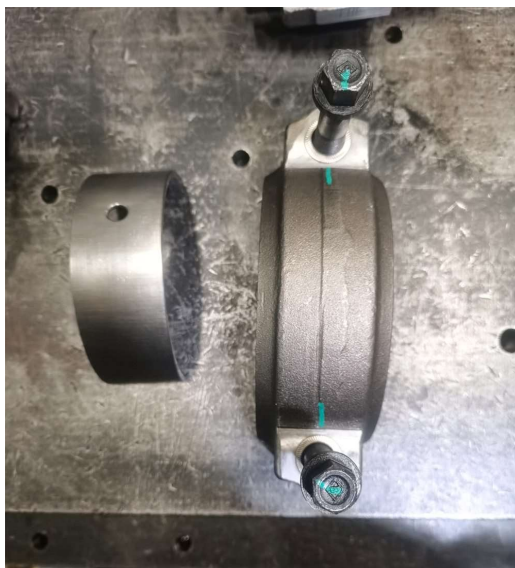

Рис. 13. Крышка шатуна, крепёжные болты и вкладыш
3. **Крышки шатунов.** Торцовым ключом ослабить крепёжные болты крышек шатунов, вынуть крышки шатунов с соответствующими верхними вкладышами (рис. 13). При разборке соблюдать порядок нумерации.